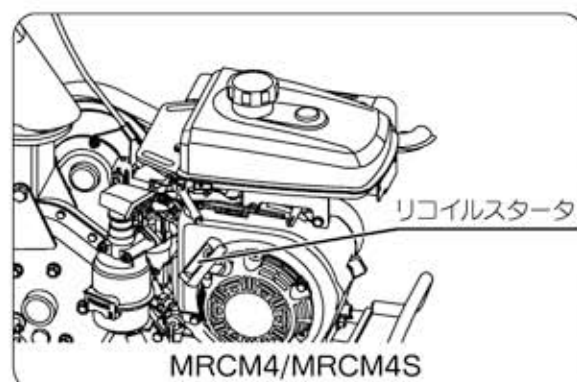

図28
- ⑦ リコイルスタータを圧縮のあるところまで軽く引き、この位置から勢いよく引っ張り、エンジンが始動したらチョークを徐々に元の位置にもどします。リコイルスタータを1～2回操作しても始動しないとき、そのまま何回も引っ張っていると、燃料の吸いすぎとなり、始動が更に困難となりますのでチョークを元の位置にもどして、リコイルスタータを引っ張ってください。(図28)